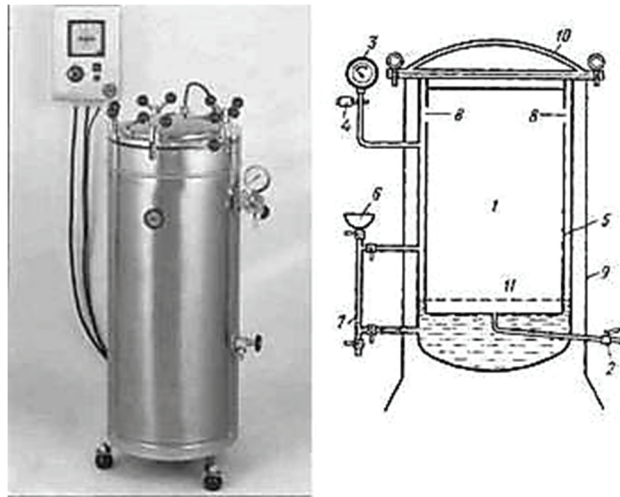

Рис. 1: Схема автоклава:
**Завдання 1. Замалювати будову автоклава та записати правила користування ним (рис. 1).**